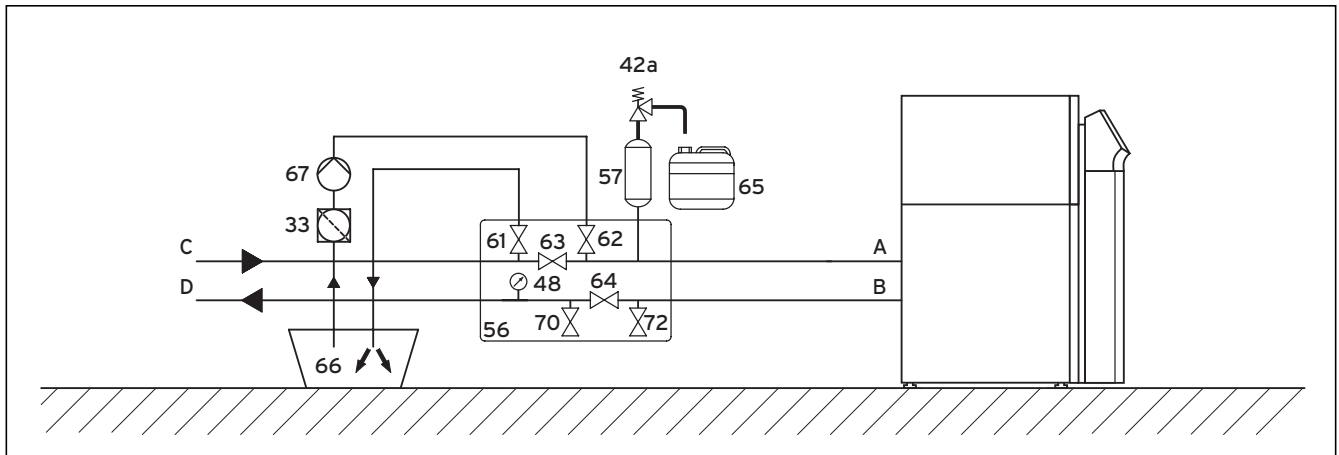

Рис. 6.3 Заполнение всего контура рассола и удаление воздуха из него за один рабочий цикл
- При необходимости откройте все дополнительные запорные клапаны, которые не показаны на (→ Рис. 6.3).
- Откройте запорный клапан (63) (→ Рис. 6.3), чтобы вышел воздух, который скопился в трубопроводе между запорными клапанами (61) и (62) (→ Рис. 6.3).
- При необходимости откройте запорный клапан (64) (→ Рис. 6.3), который из-за возможного частичного удаления воздуха еще может быть закрыт, чтобы вышел воздух, накопившийся в трубопроводе между запорными клапанами (70) и (72) (→ Рис. 6.3).
- Закройте запорный клапан (61) (→ Рис. 6.3) и с помощью насоса для заполнения (67) (→ Рис. 6.3) нагнетайте давление в контуре рассола, пока компенсационный бак для рассола (1) не заполнится самое большее на две трети, а давление не будет превышать 3 бар.
- Теперь закройте также и запорный клапан (62) (→ Рис. 6.3).
- Выключите насос для заполнения (67) (→ Рис. 6.3).
- Откройте предохранительный клапан (42а) (→ Рис. 6.3), чтобы понизить возможное избыточное давление, превышающее желаемое давление наполнения 2,0 бар и, находящееся ниже давления активации предохранительного клапана 3 бар. Компенсационный бак рассола должен быть заполнен жидкостью на две трети.
- Отсоедините шланг от запорного клапана (62).